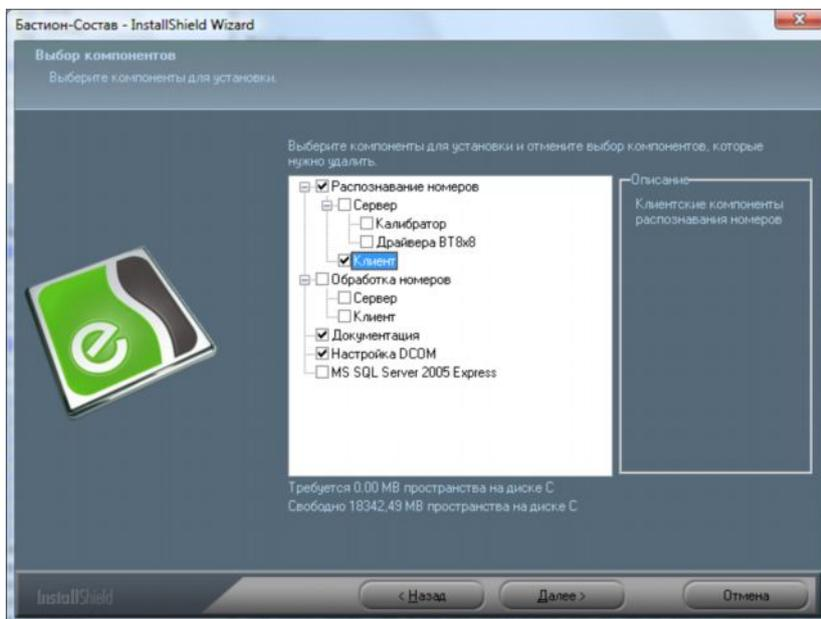

Рис. 4 Установка клиента распознавания номеров
1. Выбрать клиентские компоненты сервера распознавания номеров (Рис. 4).